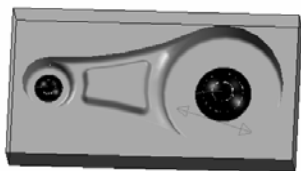

图 3-76 拾取的加工边界
2) 单击右键后,系统提示“拾取加工边界”,单击前面“2”中生成的两个曲线为加工边界,并“确定搜索链方向”,如图 3-76 所示。